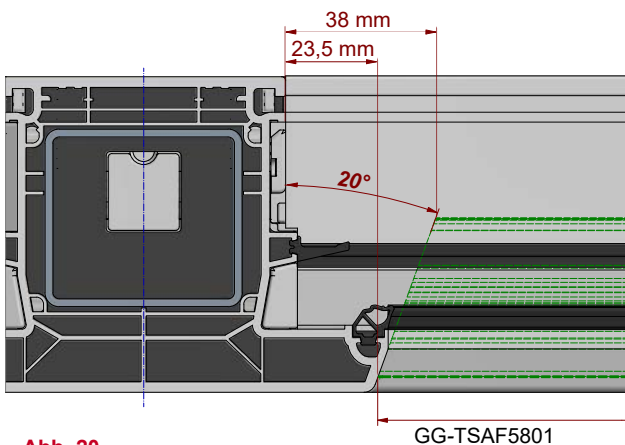

Abb. 20
1. Schneiden Sie die Blende für Festteil TSAF auf gewünschte Maß zwischen Rahmen und Festposten zu. Der Schnittwinkel sollte dem Anschlagwinkel des Profilfalzes entsprechen. (Abb. 20)